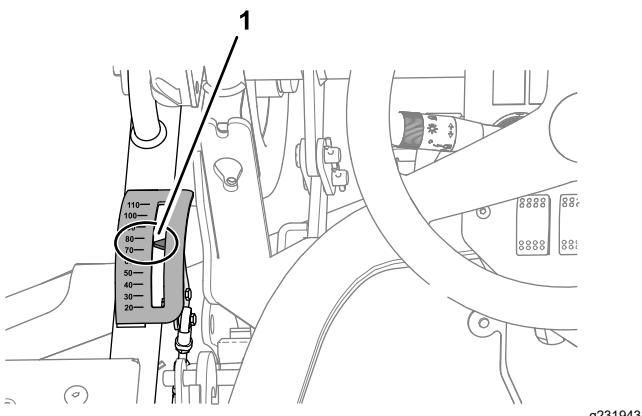

図 130
2. 運転席に座って刈高インジケータの示す位置を調べる図 130。
B. 運転席から見たときにポインタが 75 mm を指すように、リンクを回して調整する図 130 と図 131。